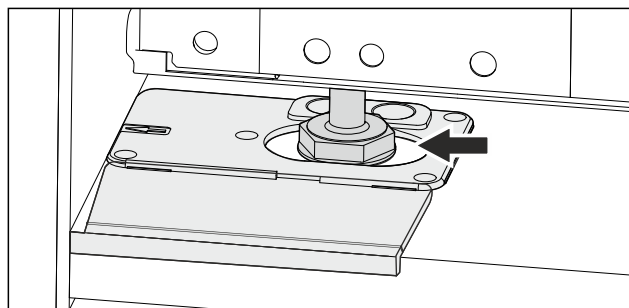

Fig. 49
- Vyrovnejte spotřebič pomocí seřizovacích nožek. Fig. 49 ()